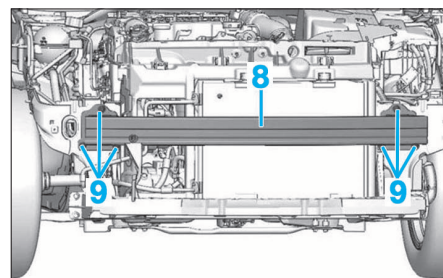

FIG. 16
- Déposer les vis (9) et la traverse (8) (Fig.16).